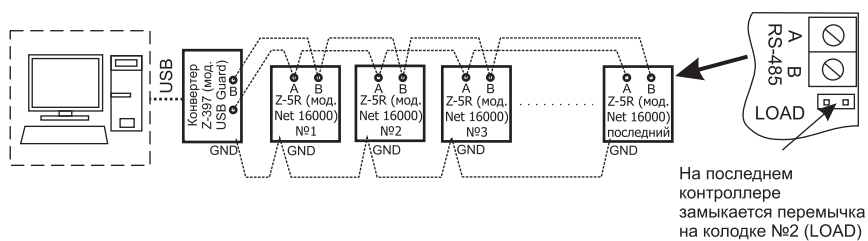

Рис.5 Вариант подключения контроллеров к ПК при работе в сетевом режиме
На рис.5 приведён вариант подключения контроллеров к ПК. Термин "последний" означает, что контроллер является физически последним в линии связи. Изначально все контроллеры имеют сетевой адрес "1". **Внимание!** Некоторые программы требуют отдельной процедуры настройки сетевого адреса.
- Б.** Вход - по картам стандарта EM-Marine, выход - с помощью кнопки открывания замка (см. рис.5):